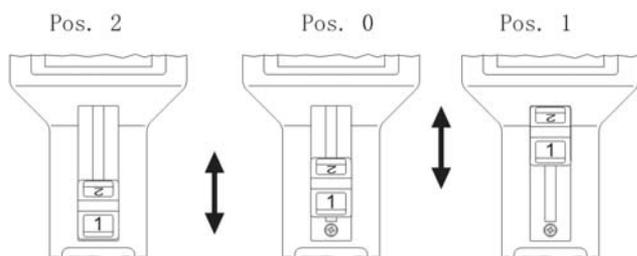

图 3.5.3b
- 缓慢的移动拇指推块回到调节位置（图3.5.3b）。务必确保被测材料能够平滑的在测量轮和导向轮之间运动，这对准确测量非常重要。
- 推动拇指推块到测量位置（Pos. 2）（图 3.5.3b）。
- 缓慢的将拇指推块退回到调节位置 (Pos. 0) (图3.5.3b)。
- 拇指推块处于调整位置（图3.5.3b）。